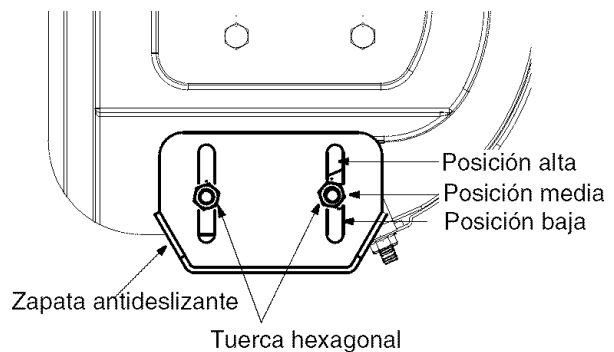
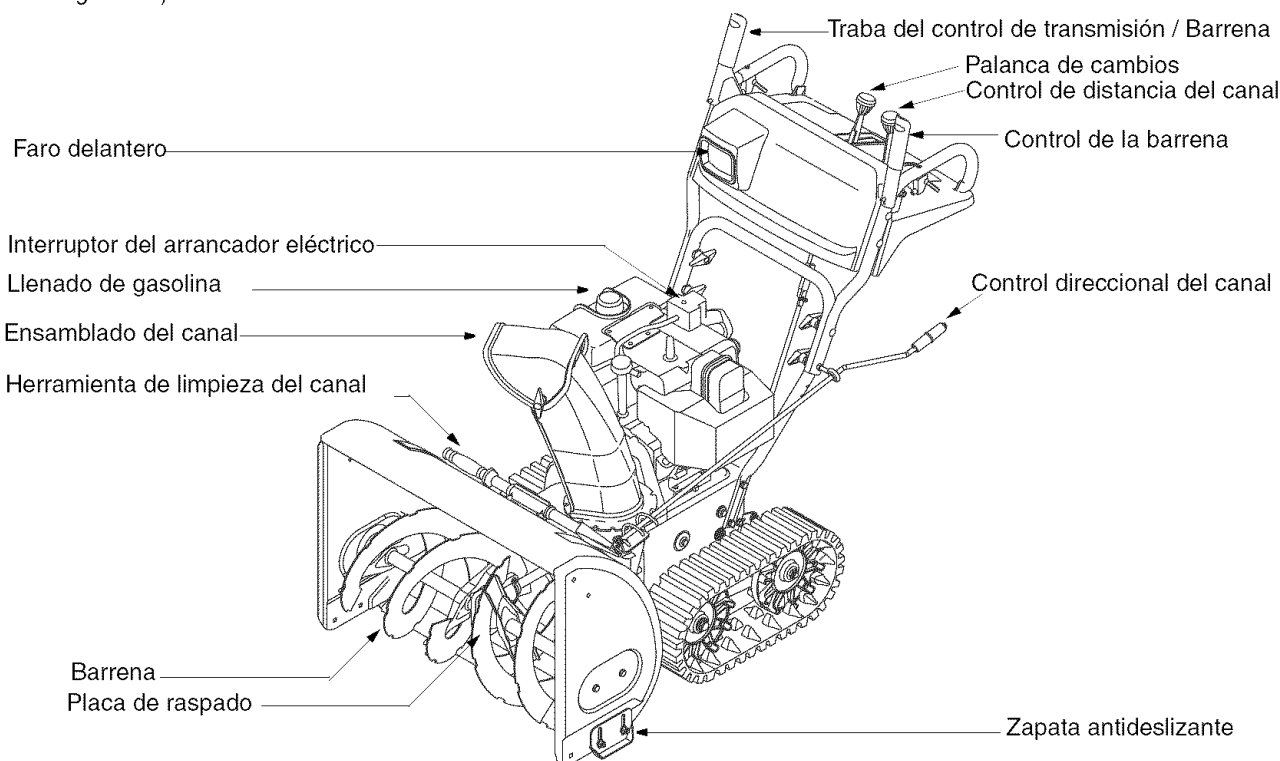

Figura 9
Figura 10
Localice la placa de raspado y las zapatas antideslizantes en la Figura 10. Es posible ajustar el espacio existente entre esta placa de raspado y el suelo. Si desea quitar nieve al ras del suelo, coloque las zapatas antideslizantes en la posición baja. Use las posiciones media o alta cuando la superficie que desea limpiar sea despareja. Vea la Figura 9.
1. Para ajustar las zapatas antideslizantes, afloje las cuatro tuercas hexagonales y los pernos de carro y mueva las zapatas antideslizantes hasta la posición deseada. Vea la Figura 9.
(Vea la Figura 10)